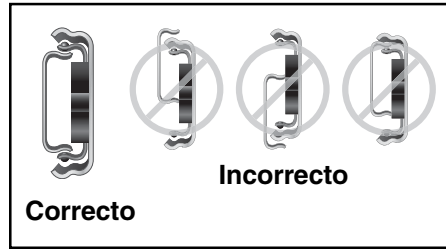

Figura 11
13. Asegúrese de que las correderas del pedestal y del cajón estén correctamente alineadas (ver **Figura 11**).